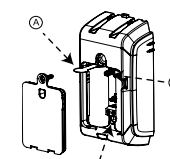

Figura 1: opções de registro
- Remova a aba de puxar para iniciar o processo de autorregistro. Consulte A na Figura 1.
**Observação:** se o dispositivo não registrar automaticamente, você pode pressionar o botão de registro, pressionar a restauração de intrusão ou inserir o número de identificação do dispositivo no painel. Consulte B na Figura 1 para ver o botão de registro e C na Figura 1 para ver a restauração de intrusão.